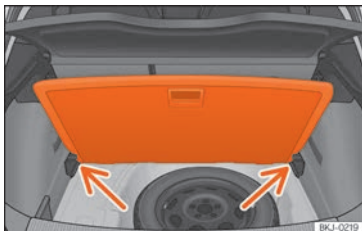

Abb. 167 Variabler Gepäckraumboden: geneigte Stellung.
- Bei einem variablen Boden in hoher Position diesen am Haltegriff anheben ①, daran ziehen und in Richtung der Rücksitzlehne bewegen bis der Boden an der Scharnierlinie eingeklappt wird und sich der bewegliche Teil des Bodens auf diesem befindet.
- Legen Sie den Gepäckraumboden auf die dafür vorgesehenen Aufnahmen »» **Abb. 167** (Pfeile).